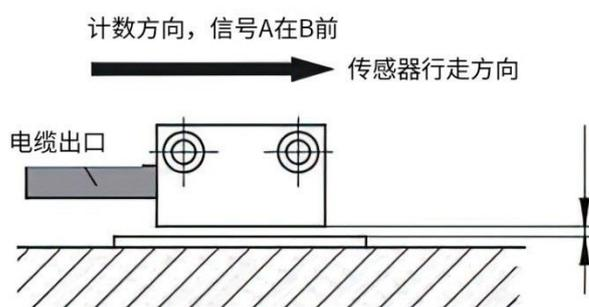
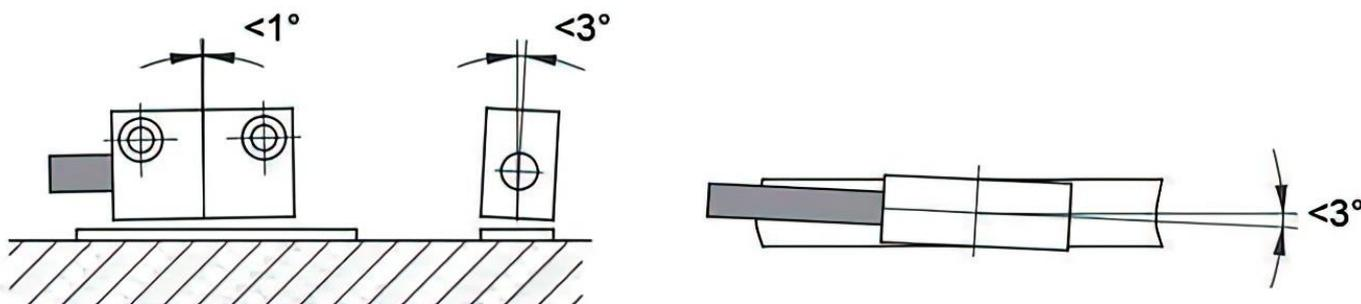

图 2-6 计数方向定义/安装
图 2-7 最大偏差
- 读数头必须与计数方向对齐 (见图 2-6), 如果计数方向会随跟踪电子装置 (例如磁显示装置) 而改变, 则可以忽略。
- 安装磁栅尺读数头时, 要确保磁条和读数头之间的间隙, 应确保整个测量长度方向的最大偏差(见图 2-7)
- ◆ 观察在总行程距离中磁栅尺读数头和磁条之间的间隙是否超过容忍距离或读数头是否与磁条接触(见图 2-6、图 2-7)。